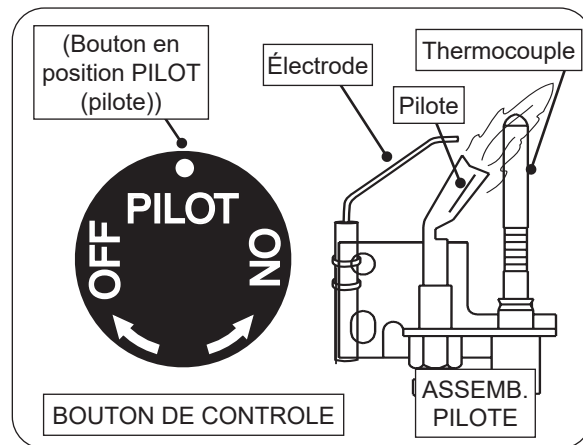

Fig. 61-1 Éclairage pilote
3. Localisez l'assemblage de la veilleuse sur le côté ou à l'arrière du bac du brûleur (voir Fig. 61-1).
4. Tournez le bouton de commande dans le sens antihoraire  sur **PILOT** (pilote). Appuyez **fermement et complètement** sur le bouton de commande et maintenez-le enfoncé. Appuyez plusieurs fois sur le bouton de l'allumeur piézo jusqu'à ce que la veilleuse s'allume. Continuez à maintenir le bouton enfoncé pendant environ une (1) minute après l'allumage de la veilleuse. Relâchez le bouton et il ressortira. La veilleuse restera allumée. Voir la Fig. 61-1. S'il s'éteint, répétez les étapes 2 à 4.